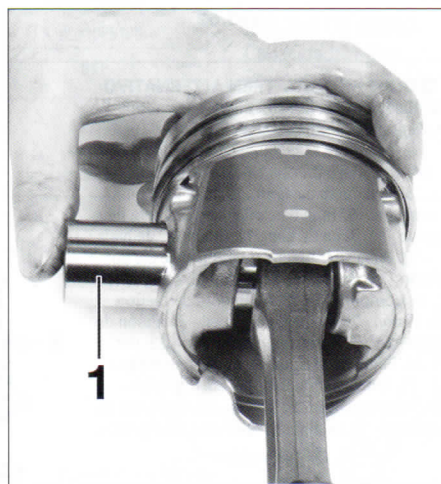
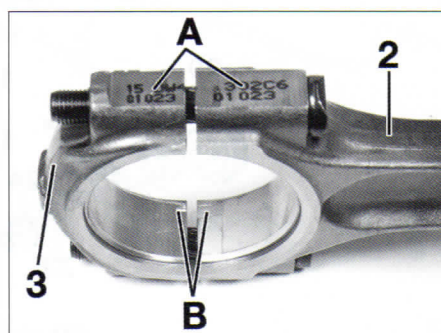

FIG. 56
FIG. 57
- Efectuar el ensamblado de los pistones y bulones (1) (fig. 56) respetando el sentido de montaje de la biela con relación al pistón. Las marcas (A) deben estar lado escape y corresponder a las de las tapas de biela (fig. 57).
- Montar los cojinetes de la tapa de biela según la clase determinada para cada cuello. Deben centrarse perfectamente sobre la biela (2) y la tapa (3). Las muescas (B) deben estar alineadas y encontrarse del lado contrario a las marcas (A) (fig. 57).